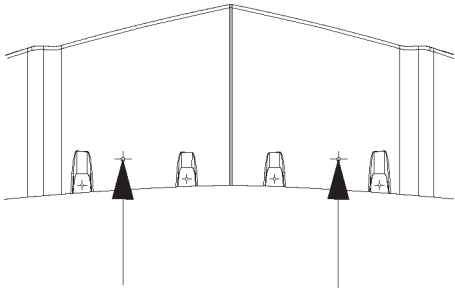

FIGURE 29
- Utiliser une scie-cloche de 33 mm (1 po ¼) pour percer deux trous dans le revêtement, aux endroits indiqués par les deux lignes croisées avant sur le côté inférieur du revêtement. Se reporter à la Figure 29.